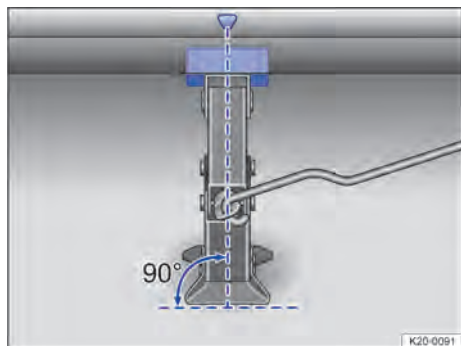
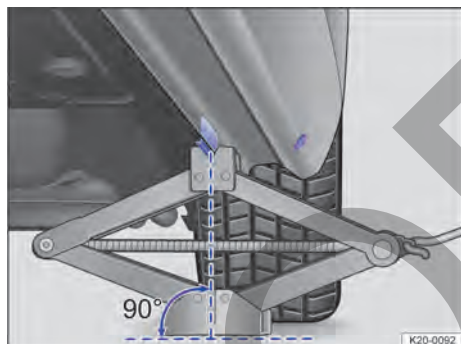

Fig. 195 Gato colocado en el lado izquierdo del vehículo, en la zona trasera.
Fig. 196 Gato colocado en el lado izquierdo del vehículo, en la zona trasera.
11. Asegúrese de que toda la base del gato descansa firmemente sobre el suelo y de que se encuentre en vertical exactamente debajo del punto de apoyo → fig. 195 y → fig. 196.
12. Centre el gato y siga subiéndolo con la manivela hasta que la garra sujete el punto de apoyo para el gato situado debajo del vehículo → fig. 196.
- Coloque el gato solamente en los puntos descritos. La garra del gato deberá sujetar bien el refuerzo del larguero inferior → fig. 196.